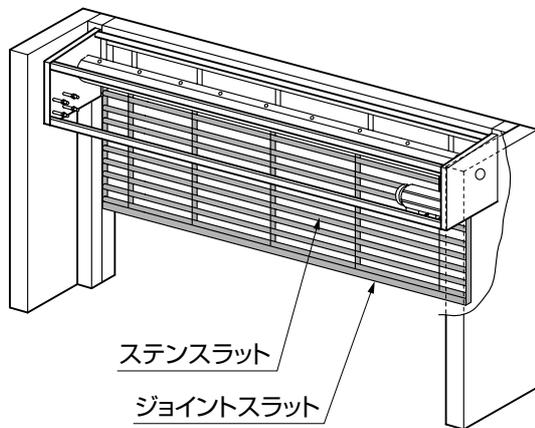

図8-3
- ⑥ステンスラットを保持しているロープを切り、スラットを垂らしてください。(図8-3参照)